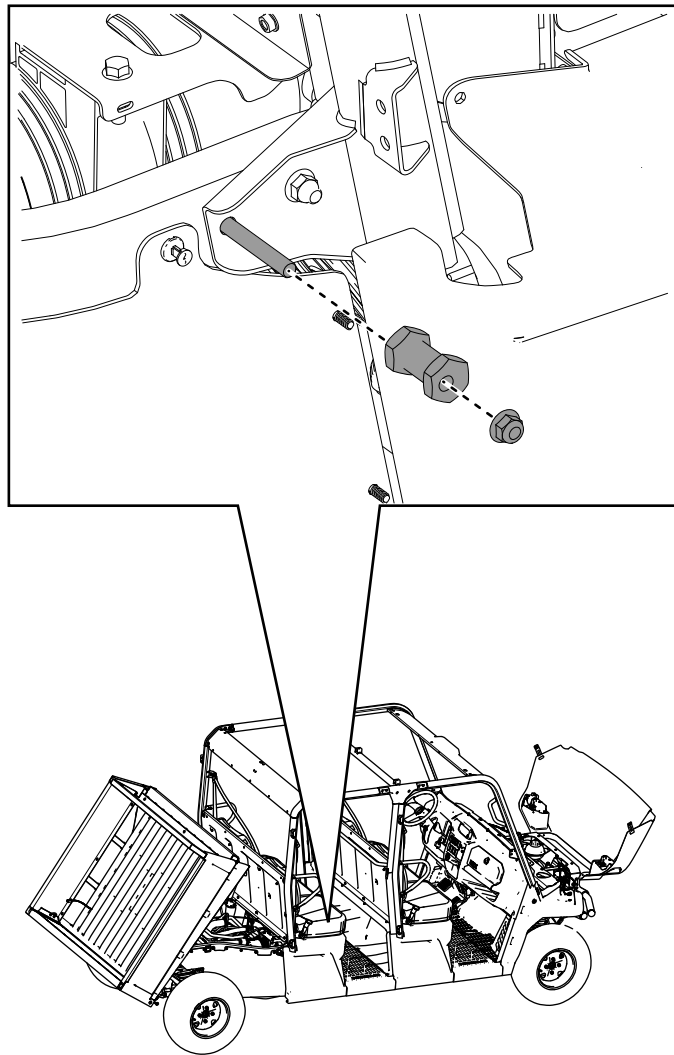

Figura 56
29. Instale las contratuercas que se retiraron anteriormente ($\frac{3}{8}$ ") y los topes de enganche en los tubos del bastidor trasero izquierdo y derecho (**Figura 56**).